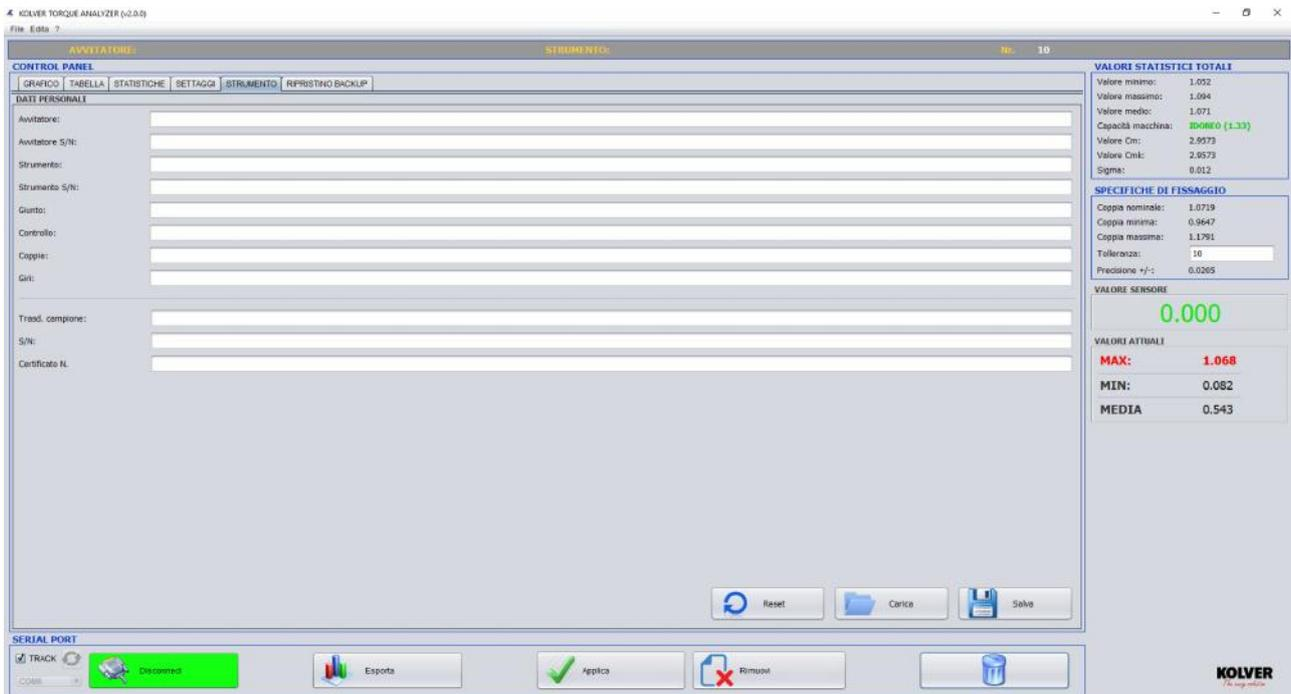

Fig.8 : Sezione "STRUMENTO".
**E. STRUMENTO:** In questa sezione si possono inserire tutti i dati relativi al sistema di misura utilizzato nei test di coppia con la possibilità di salvarli e caricarli qualora fosse necessario, (Fig.8).